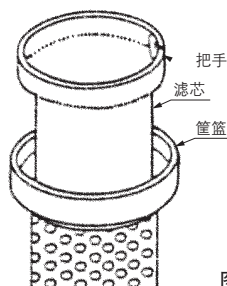

图5.滤芯的取出
- ①滤芯上带布制把手，用手指或拉杆等往中心方向挪，滤芯便可从筐篮中拉出。(参见图5.)